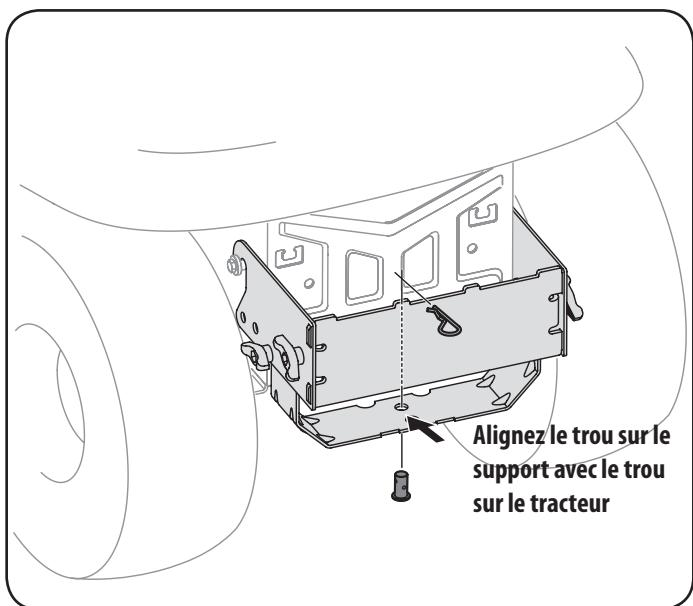

Figure 9
2. Installez l'axe à épaulement (711-0309A) provenant de la trousse de quincaillerie 689-00312 dans l'attelage du tracteur et fixez-le au moyen d'une bague de retenue (714-0117). Consultez la Figure 9.